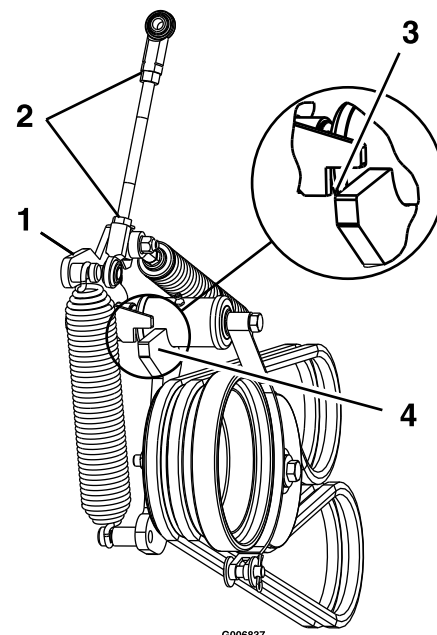

Figura 51
13. Afloje las contratuercas y ajuste el acoplamiento hasta que el extremo superior del brazo de la polea tensora esté alineado con el borde inferior de la muesca del brazo tensor, según se muestra en Figura 51.